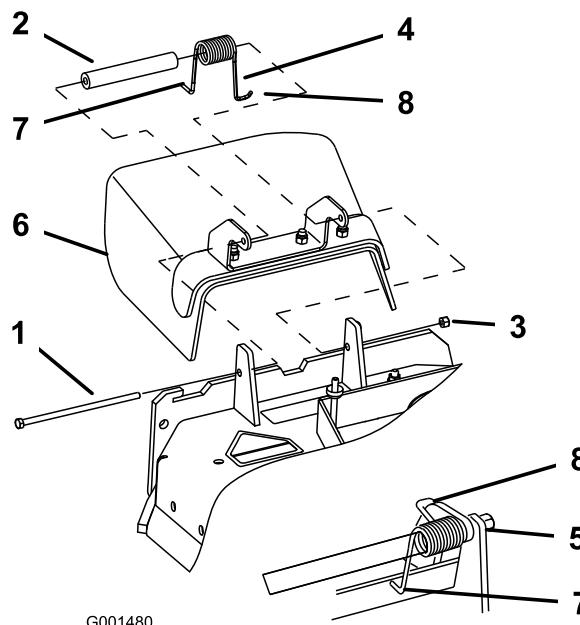

Figura 66
Nota: Asegúrese de colocar el extremo en **L** del muelle detrás del reborde de la carcasa antes de instalar el perno, según se muestra en la Figura 66.
3. Instale el perno y la tuerca. Coloque el extremo en **J** del muelle alrededor del deflector de hierba (Figura 66).
1. Retire la contratuerca, el perno, el muelle y el espaciador que sujetan el deflector a los soportes de pivote (Figura 66). Retire el deflector de hierba dañado o desgastado.